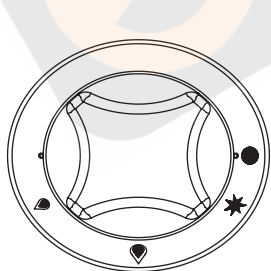

Fig.1
- FIG. 1: Para apagar el quemador, gire el mando en el sentido de las agujas del reloj hasta la posición de .